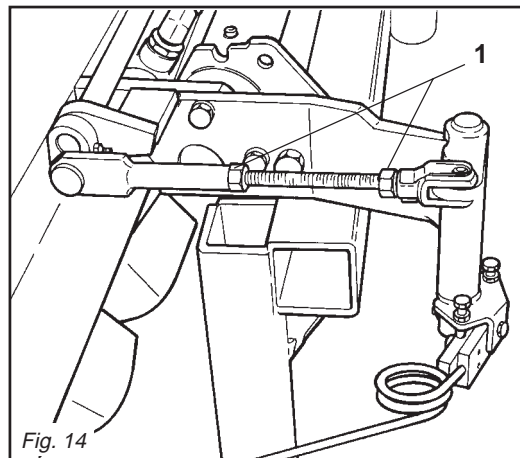

Fig. 14
ta tastatore (1 Fig. 14).
tastatore (1 Fig. 14).
holding the feeler (1 Fig. 14).
ing pin (1 Fig. 14).
- Die Muttern (1Abb. 14) der Gewinde-
- Die Befestigungsmuttern (1 Abb. 14)